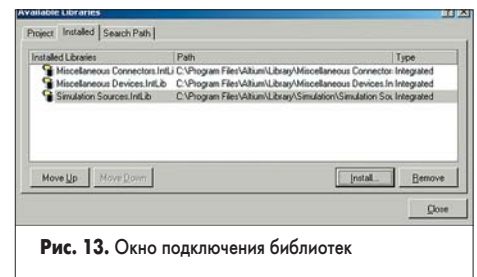

Рис. 13. Окно подключения библиотек
4. Откроется стандартное окно выбора файла, в котором укажем библиотеку Simulation Sources.IntLib, размещенную в папке C:\Program Files\Altium\Library\Simulation, и нажмем кнопку Открыть. Указанная библиотека окажется в списке подключенных на вкладке Installed диалогового окна Available Libraries (рис. 13).